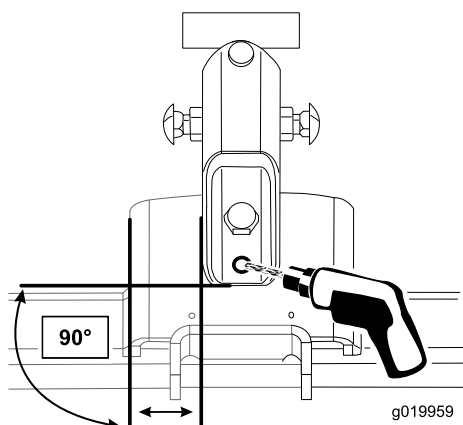

Figura 6
- Praticate il secondo foro sul gruppo staffa orientabile sulla piastra della macchina (Figura 6).